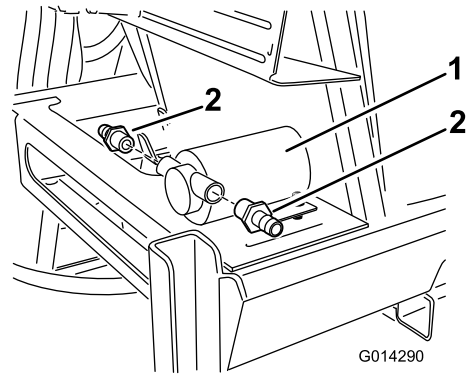

Figura 20
2. Instale un conector dentado recto en los orificios de entrada y salida de la bomba de enjuague (Figura 20).